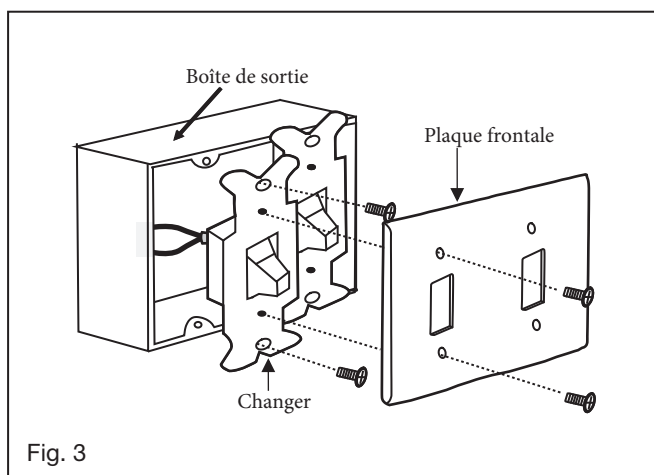

Fig. 3
- 1 Retirez la plaque murale existante et l'ancien interrupteur de la boîte de prise murale. (Fig. 3)
Un flux d'air VERS LE BAS crée un effet de refroidissement comme illustré à la Figure 3. Cela vous permet de régler votre climatiseur sur un réglage plus chaud sans affecter votre confort.